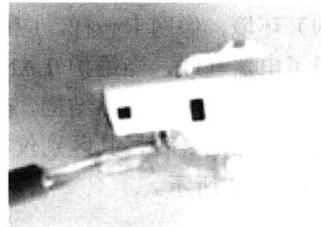

图 1-29 制作好的模块
② 确认各条芯线正确插入，并插到底后，把模块的上盖合上，并紧扣在下面部分的扣位上。这样一个模块就制作完成了。制作好的模块如图 1-29 所示。